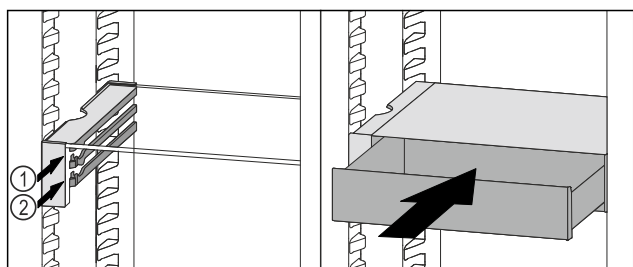

Fig. 121
- ▶ Posizionare il cassetto VarioSafe dietro i tappi sulla nervatura desiderata Fig. 121 (1) o Fig. 121 (2).